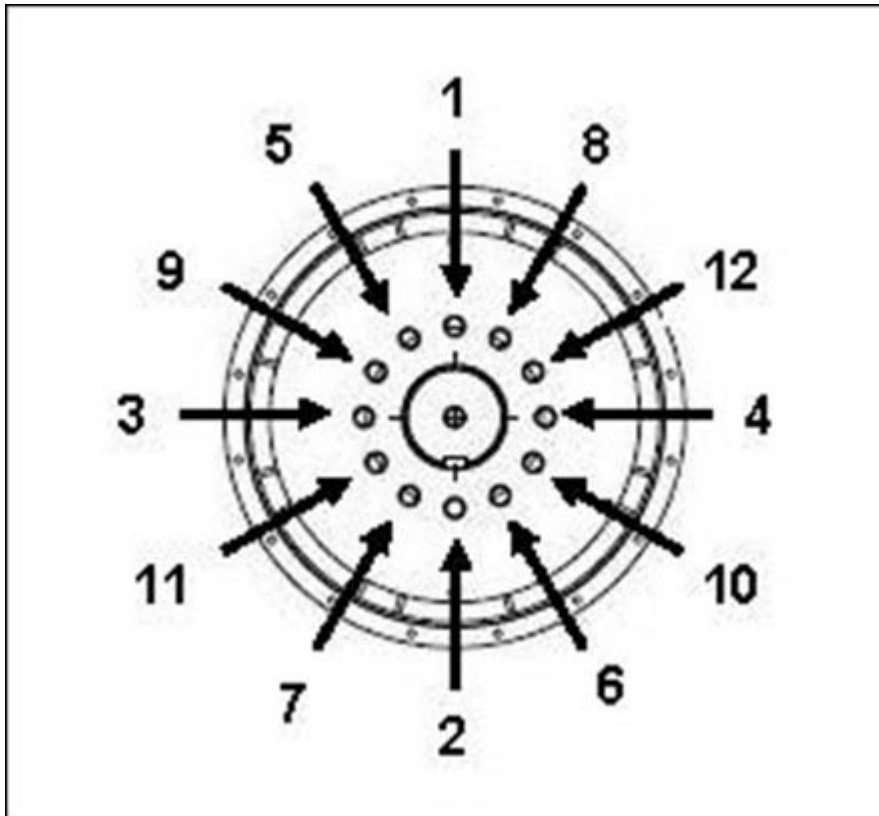

图 24. 轮毂固定顺序
4. 如果需要，请拧紧耦合盘螺栓，如 图 24 在第 xx 页 39 所示。